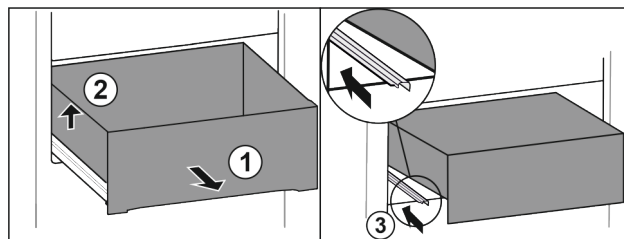

Fig. 88
- ▶ Изтеглете чекмеджето докрай. Fig. 88 (1)
- ▶ Повдигнете чекмеджето отляво. Fig. 88 (2)
- ▶ Вкарайте лявата релса. Fig. 88 (3)